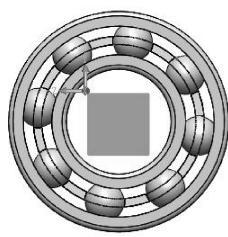

图8-22 移动零部件
- 08 切换到右视图，然后利用【移动零部件】工具，调整相机撬零件的位置，如图8-22所示。